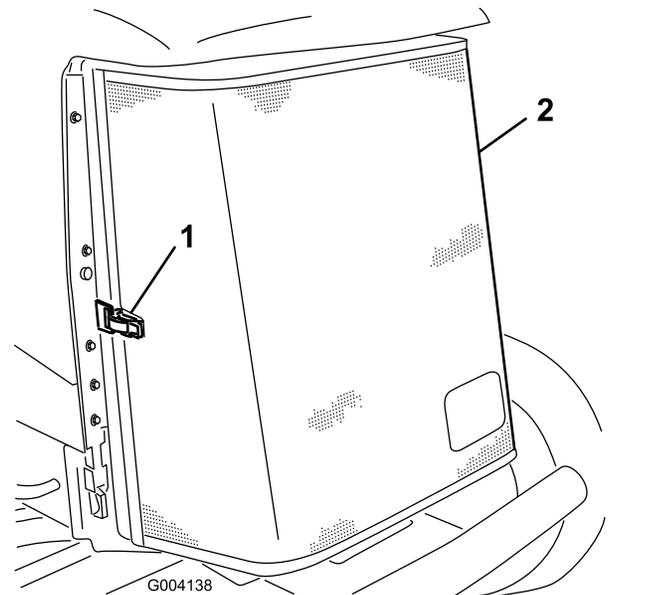

Figure 69
- Déverrouillez l'attache et ouvrez la grille arrière (Figure 69).